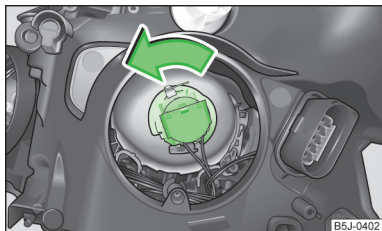

Abb. 156
- Den Stecker mit der Glühlampe bis zum Anschlag in Pfeilrichtung drehen » Abb. 156 und herausnehmen.